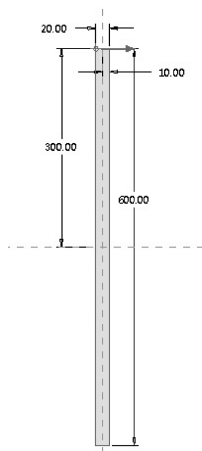

图 4-134 截面 1
(1) 创建零件文件；
(2) 单击【模型】→【形状】模块中的 混合 命令，弹出混合操控面板；选择 ，单击【截面】出现下拉菜单，单击【定义】，在绘图区内选择 TOP 基准平面，单击对话框中的【草绘】→ 进行绘制；
(3) 绘制如图 4-134 所示的截面，截面中共有四个顶点，顶点的旋转方向为顺时针方向。绘制完成后单击操控面板中的 按钮完成截面 1 的绘制；